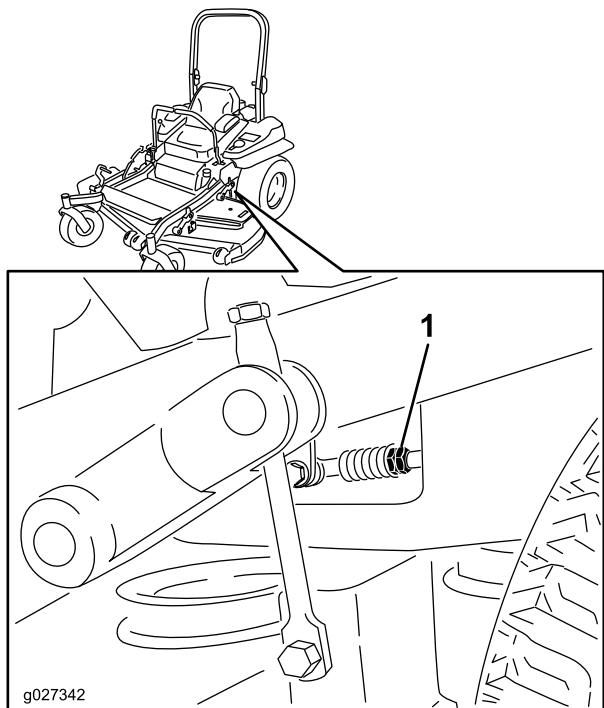

Figura 86
8. Ajuste la longitud de las varillas de control de las bombas girando las tuercas dobles de la varilla en el sentido apropiado, hasta que las ruedas se muevan ligeramente en marcha atrás (Figura 86).